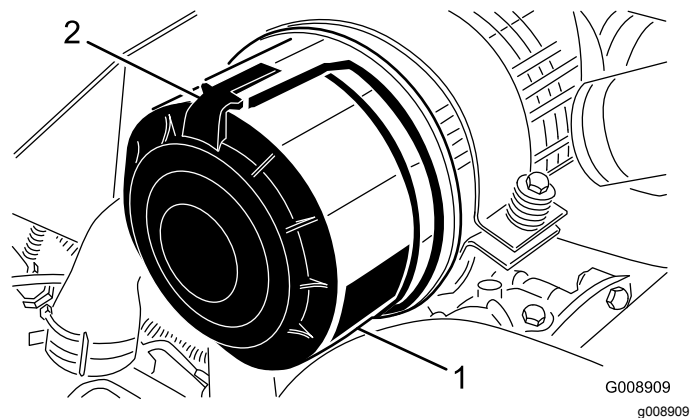

Figure 88
1. Desserrez les attaches qui fixent le couvercle sur le boîtier du filtre à air (Figure 88).